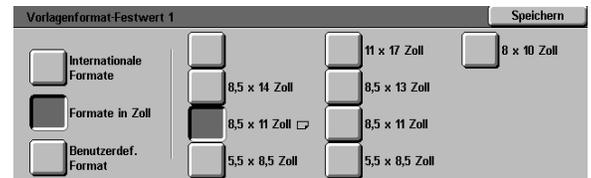

Abb. 59: Vorlagenformat-Festwert bei Wahl von Formaten in Zoll
- **Formate in Zoll** betätigen und ein Format wählen (s. Abb. 59)